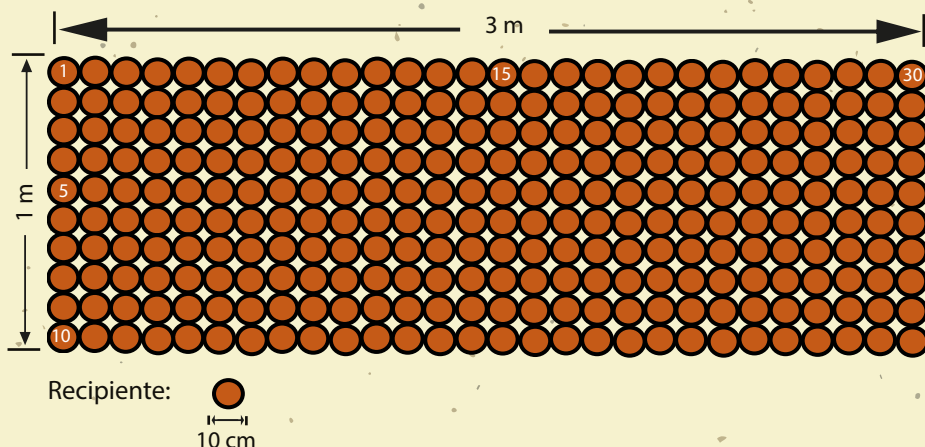

Figura 1. Esquema de um canteiro de 1m x 3m e recipientes de 10 cm de diâmetro.
- ▶ Meu recipiente tem 10 cm de diâmetro (largura). O canteiro tem 1 m x 3 m. Logo, cabem neste canteiro aproximadamente 300 mudas (30 linhas com 10 mudas) (Figura 1).